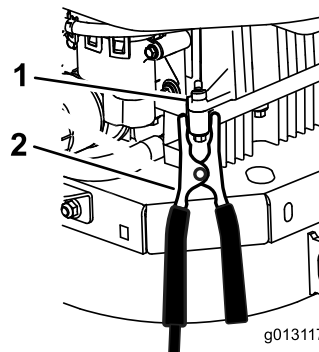

Figure 65
6. Faites la dernière connexion sur le bloc moteur de la machine en panne (pas à la borne négative de la batterie) loin de la batterie et reculez-vous (Figure 65).